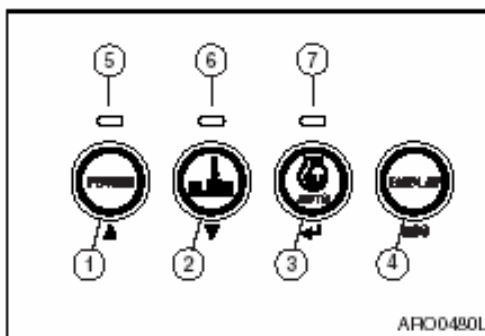

Figura 46
2. Seleccione el modo de trabajo utilizando el botón (2, Figura 46), antes de comenzar con el trabajo.
3. Cuando se pulsa el botón de modo de trabajo (2, Figura 46), suena una alarma y se cambia el modo de trabajo a modo de excavación "Digging Mode" o modo de zanjar "Trenching Mode". Cuando se selecciona el modo de excavación, se enciende el indicador LED (6, Figura 46). Cuando se selecciona el modo de excavación, se apaga el indicador LED (6, Figura 46).
3. Cuando se enciende "ON" en el indicador LED (7, Figura 46), se activa la función de marcha lenta automática. Desactive la función de marcha lenta automática pulsando de nuevo el botón de selección de marcha lenta automática (3, Figura 46). En ese momento se apagará el indicador LED.